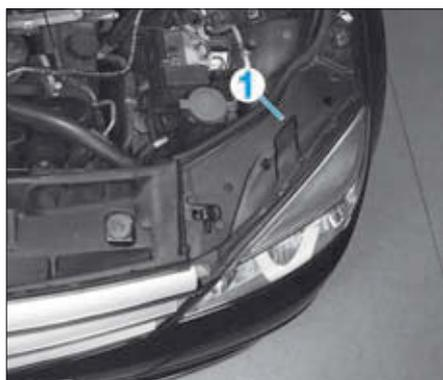

FIG. 42
- Déposer le recouvrement (1) (Fig.42).